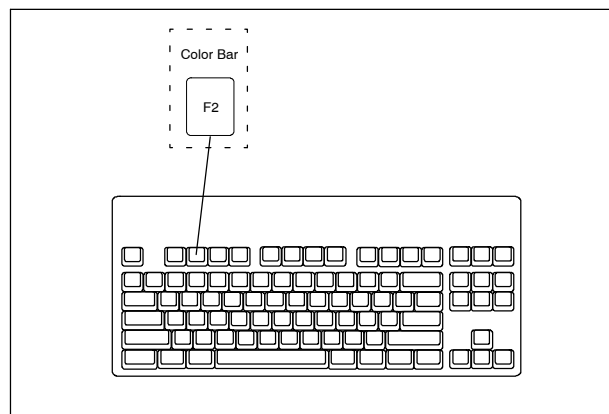
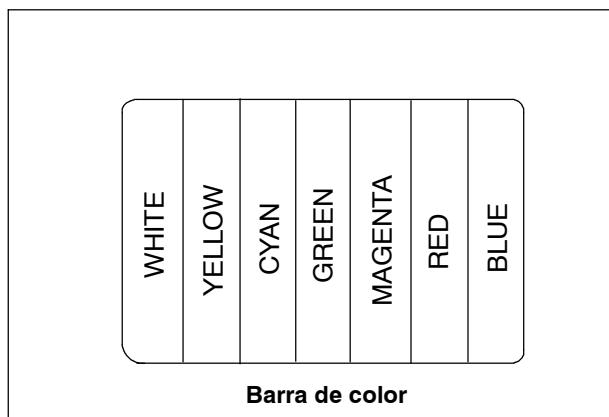

Figura 6.47
Figura 6.48
1. Asegúrese de que la imagen endoscópica se encuentra en el monitor. Pulse la tecla F2 (Color Bar) del teclado (ver figura 6.47). La barra de color aparecerá en la pantalla como se muestra en la figura 6.48.